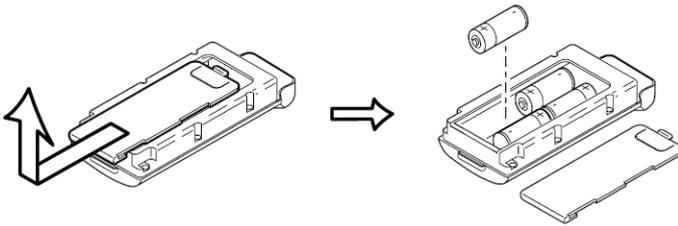

Figura 2-16. Rimozione del coperchio e inserimento delle batterie AA
Per assemblare l'involucro batteria AA (Figura 2-16):
2. Inserire quattro batterie AA all'interno dell'involucro come illustrato (e nella Figura 2-16 sotto).